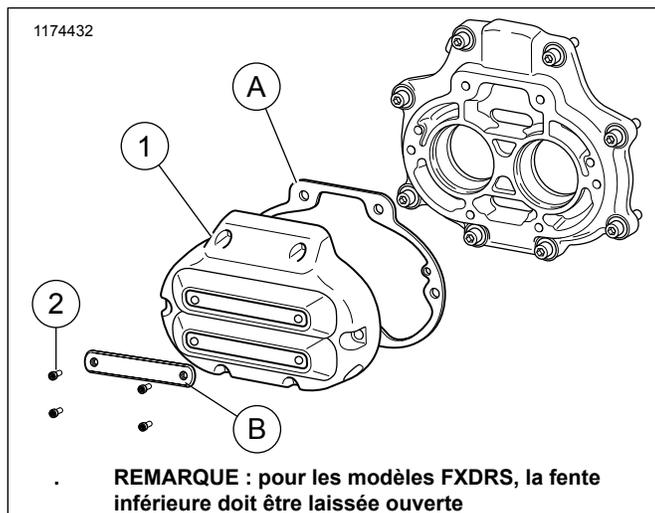

Figure 1. Couverture de boîte de vitesse
Voir Figure 1 et Tableau 1.
- **Pour les véhicules équipés de la sirène de sécurité :** en présence du porte-clés de sécurité, mettre l'interrupteur d'allumage en position **MARCHE (ON)**. Se référer au manuel d'entretien. après la désactivation du système, mettre l'interrupteur d'allumage en position **ARRÊT**. Déposer **IMMÉDIATEMENT** le fusible principal.
4. Voir Figure 1. Déposer le couvercle de boîte de vitesse (1).
6. Replacer le joint (A).
7. Poser le couvercle de boîte de vitesse (1). Serrer les vis (2) selon la séquence indiquée dans le manuel d'entretien.